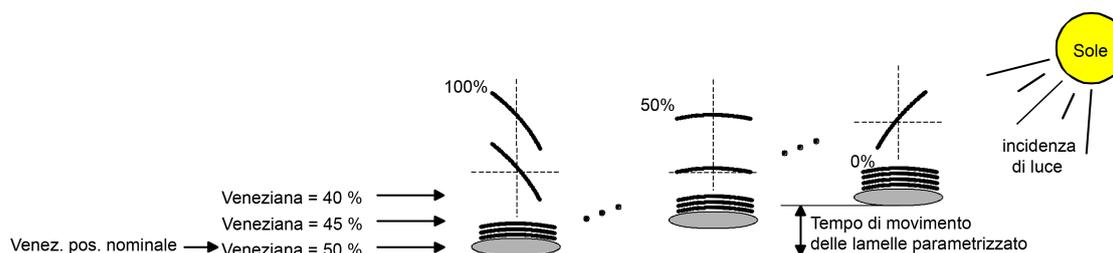

Figura 10: Esempio di posizionamento delle lamelle con effetto sulla posizione della veneziana
#### Esempio (Vedi figura 10)
**Esempio (Vedi figura 10)**